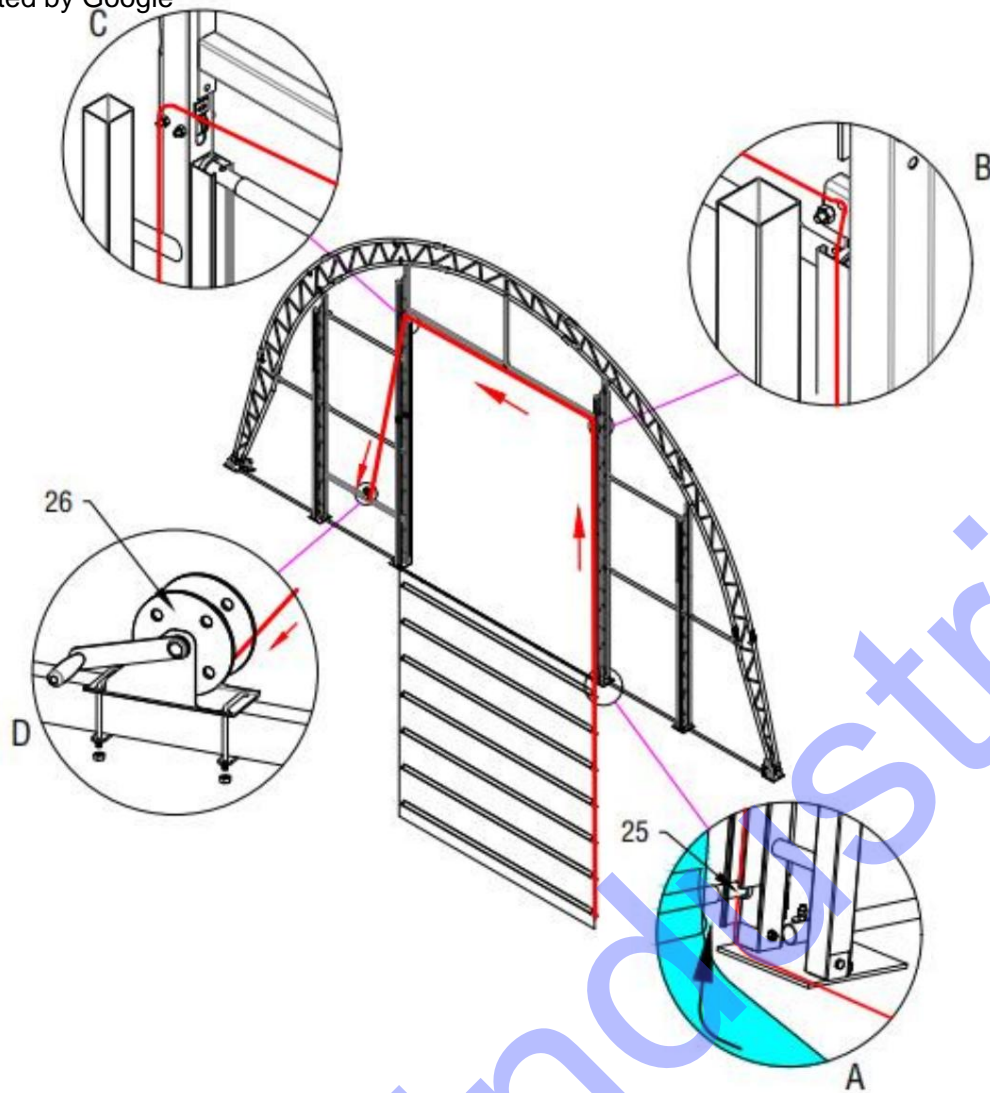

Figure 19
4. Lorsque vous fermez la porte, nous pouvons utiliser le fil d'acier de verrouillage pour la porte (n° 26) et le fil d'acier de verrouillage pour la poignée de la clé pour fixer.(Figure 19)